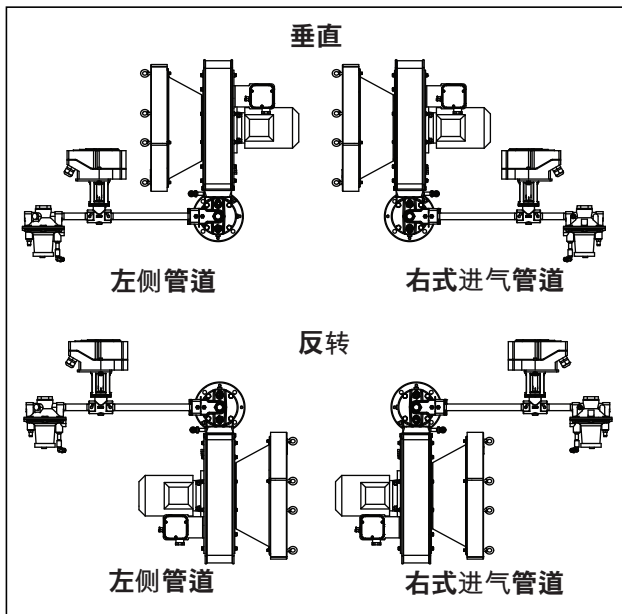

图 3.1 燃烧器配置
- 燃料类型：热量值的变化，专门的比重以及专门的指数计量会影响燃烧器的运作。假如任何参数的变化超过图 3.1 规定的 ± 5%，请联系 Eclipse 公司以检查燃料的适用性。每一个 ThermAir 燃烧器性能数据，尺寸和规格的详情请参阅数据表 114-1 至 114-9。